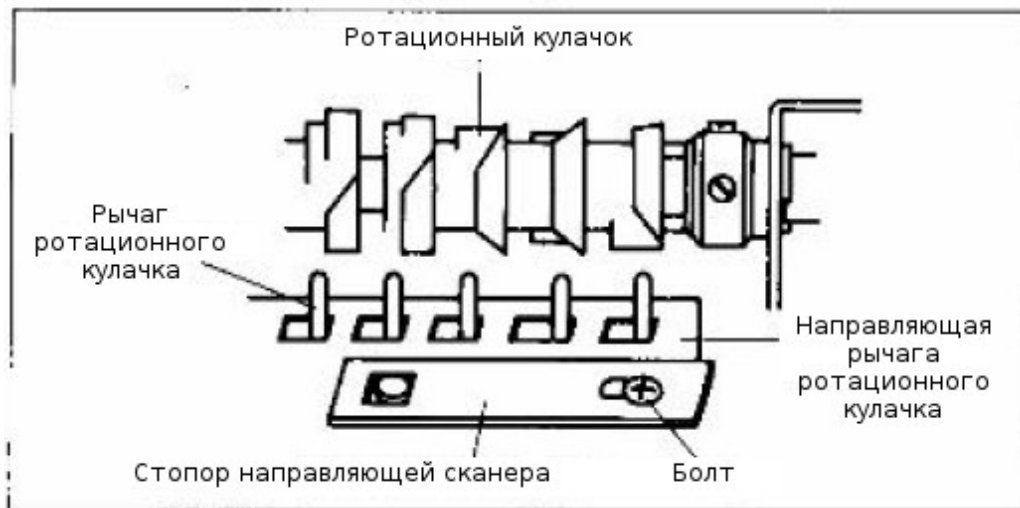

Рис. 6-2
- 5) Выведите основную каретку за левый датчик границы и установите переключатель режимов работы на КС(I) или КС(II).
- 7) Ослабьте болт стопора направляющей сканирующего устройства и подвиньте стопор направляющей сканирующего устройства влево до момента, пока все рычаги ротационного кулачка не будут слегка касаться правых сторон окошек направляющих рычагов ротационного кулачка. Рис. 6-2.